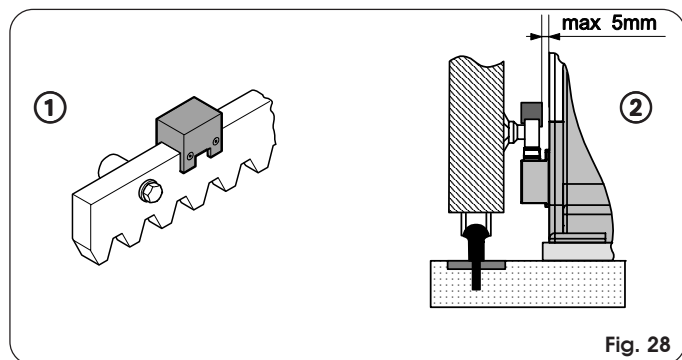

Fig. 28
- Coloque los imanes sobre la cremallera como se indica en la Fig. 28 Ref. ①. Compruebe que la distancia entre el imán y el cuerpo del operador sea al máximo de 5mm (Fig. 28 Ref. ②).